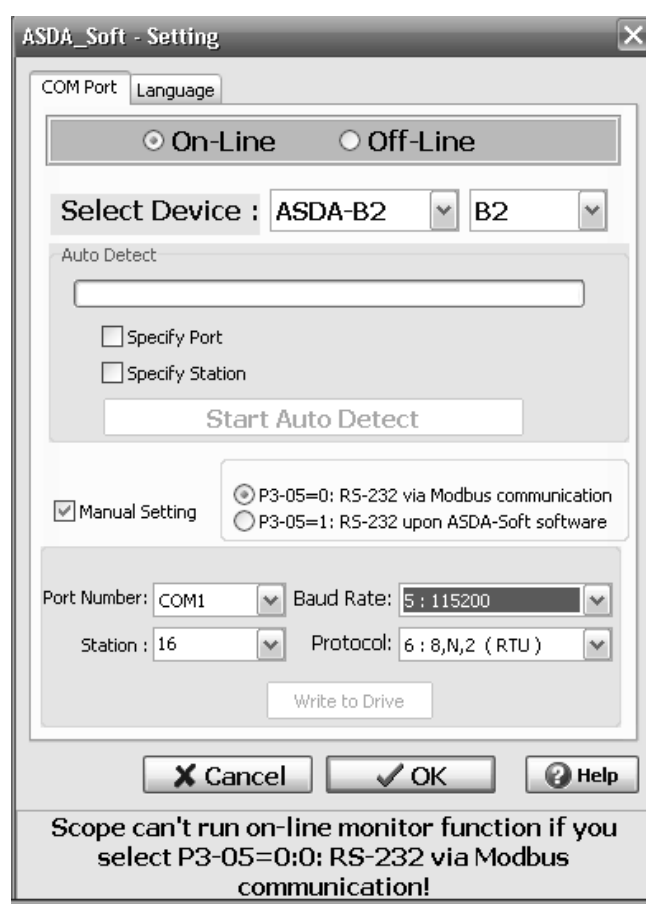

Рис. 1. Окно для настройки сервопривода
- выбрать опции On-Line. В строке select device из выпадающих списков выбрать опцию ASDA-B2 и B2. Выставить птичку в поле manual setting. Далее выбрать настройки, представленные на рис. 1.